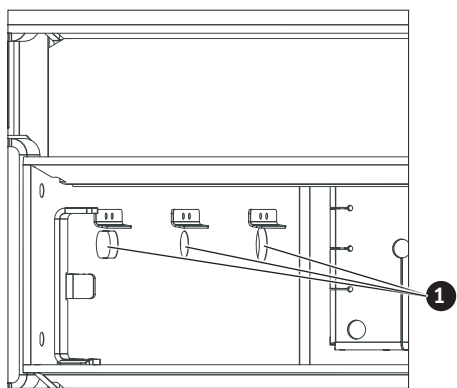

Fig. 69 Einhängebleche aushängen; Primärluft-Öffnungen kontrollieren
- ▶ Einhängebleche im Füllraum beidseitig aushängen und die darunter liegenden Primärluft-Öffnungen kontrollieren und gegebenenfalls freimachen – Fig. 69.